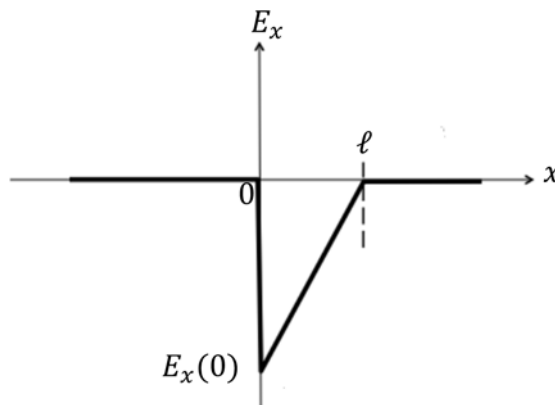

Figure 11.2.
1.2. Soit un échantillon en silicium dopé (concentration en atomes dopants de  $10^{16} \text{ cm}^{-3}$ ), avec un contact de type Schottky en tungstène sur une section  $S = 0,3 \text{ mm}^2$ . On se place à l'équilibre, à  $T = 300 \text{ K}$ . La figure 11.2 représente l'évolution de la composante  $E_x$  du champ électrique dans la jonction en fonction de la position  $x$  ( $x = 0$  correspond à la position de la jonction métallurgique).